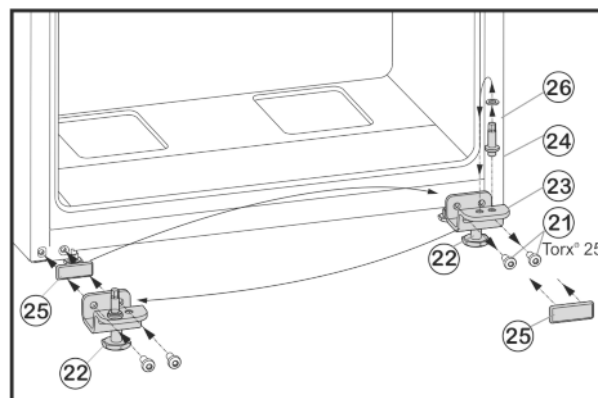

Fig. 6
- ▶ Odkręcić śruby mocujące Fig. 6 (21).
- ▶ Usunąć całą dolną płytkę zawiasu Fig. 6 (23), wraz z trzpieniem zawiasu Fig. 6 (24), podkładką Fig. 6 (26) i nóżką Fig. 6 (22).
- ▶ Odkręcić cały trzpień zawiasu Fig. 6 (24) z podkładką Fig. 6 (26), przełożyć do przeciwległego otworu mocującego płytki zawiasu i tam dokręcić.
- ▶ Ostrożnie zdjąć płytkę osłaniającą Fig. 6 (25) i przełożyć na przeciwną stronę.
- ▶ Całą dolną płytkę zawiasu Fig. 6 (23) wraz z trzpieniem zawiasu Fig. 6 (24), podkładką Fig. 6 (26) i nóżką Fig. 6 (22) ponownie przykręcić po nowej stronie zawiasu, ew. przy użyciu wkrętarki akumulatorowej (z siłą 4 Nm).
- ▶ Założyć dolne drzwi od góry na sworzeń zawiasu Fig. 6 (24).
- ▶ Wykręcić nóżkę Fig. 6 (22) przy dolnej płytce zawiasu Fig. 6 (23), aż będzie przylegać do podłoża.